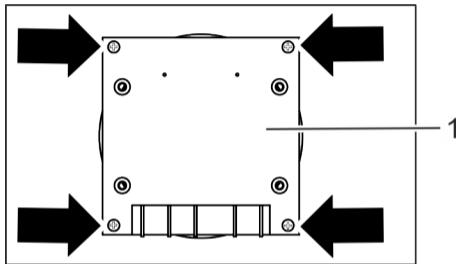

Fig. 7: Montage de l'actionneur (récepteur)
1. Placer l'actionneur (récepteur) (Fig. 7/1) dans la plaque de montage sur le ballon d'eau chaude.
2. Visser à fond les 4 vis sur l'actionneur (récepteur) (Fig. 7).